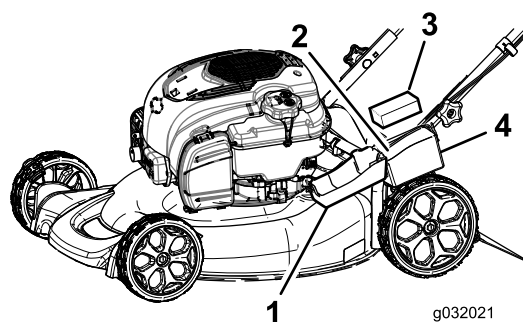

Figura 29
1. Abra a tampa da bateria e retire (Figura 29).